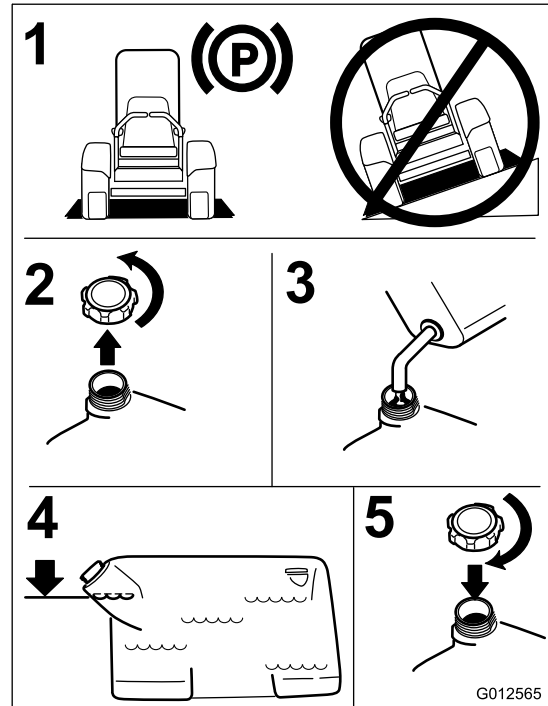

Figura 6
4. Llene el depósito de combustible hasta la parte inferior del cuello de llenado. Asegúrese de dejar un espacio vacío en el depósito para permitir la dilatación de la gasolina Figura 6.